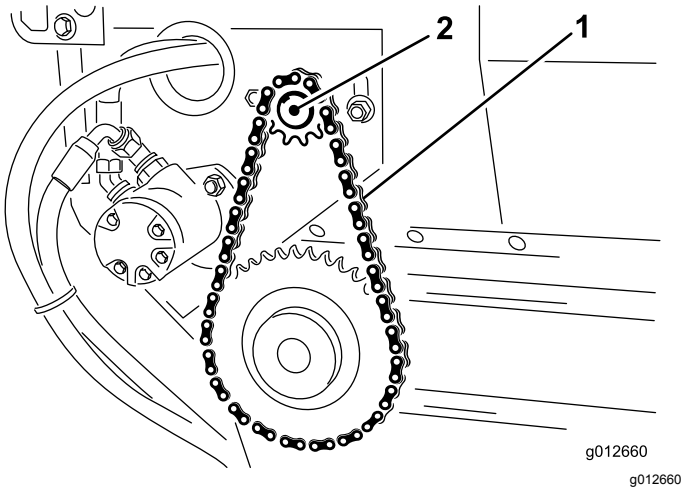

图19
3. 拧松将马达和链轮总成固定到主机架的螺栓和螺母 图19。
4. 旋转安装槽内的马达和链轮总成 图19直至输送带链偏转 3.2mm。
5. 旋紧安装螺栓 图19。